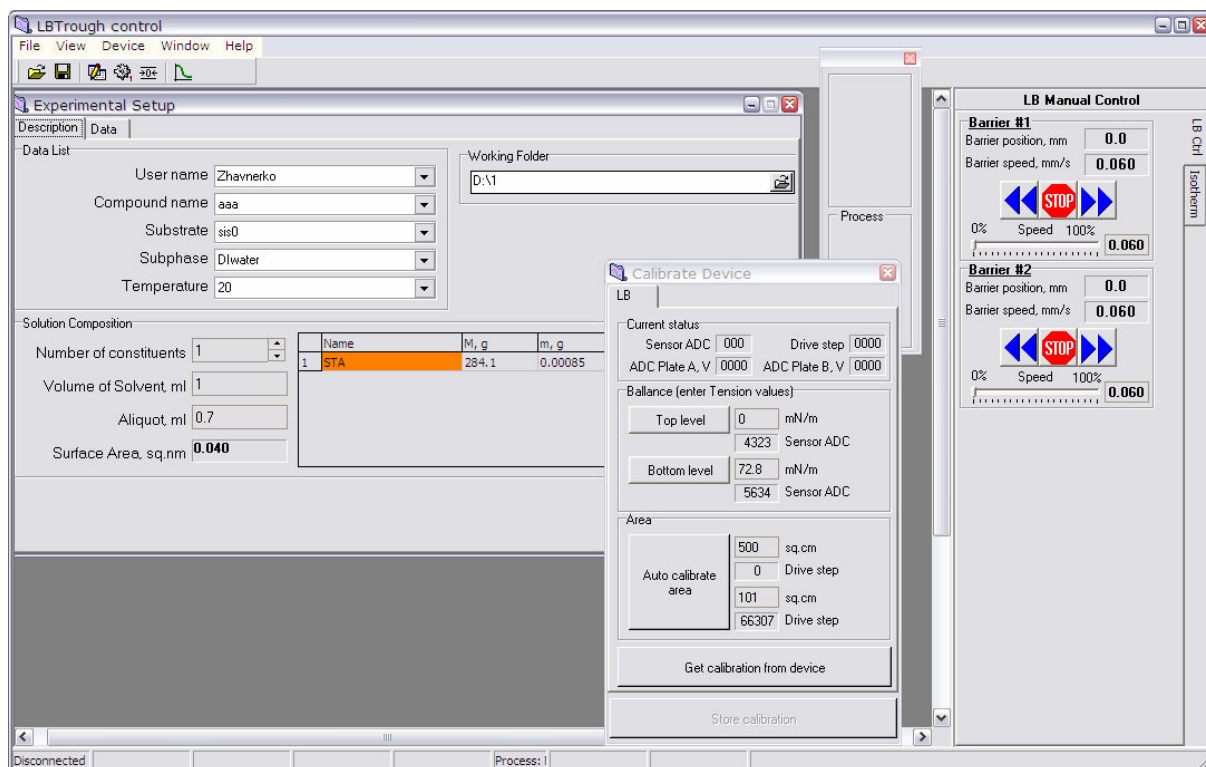
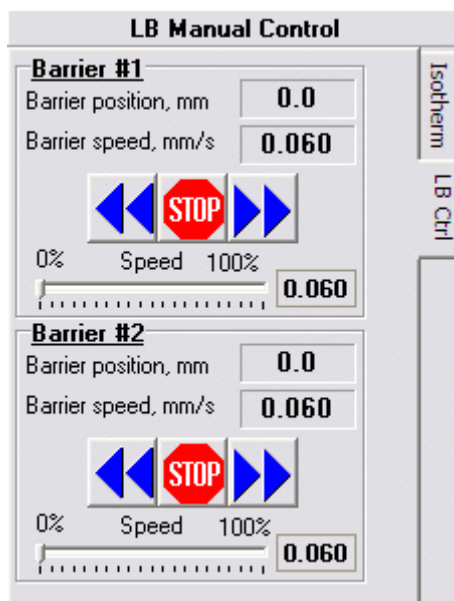

Рис. 3.1 – Основные управляющие окна программы управления работой установки LT-211.
Рис. 3.2 – Панель "LB Manual Control"
3. При нажатии кнопки "Air" в панели "Calibrate device" (Рис. 3.1) программа запоминает вес смоченной пластинки и присваивает ей нулевое значение.
В окне "LB Manual Control" (рис. 3.2) после этого появляется значение Surface Tension, равное 72.8 мН/м, а в окне отражения состояния системы SP (Surface Pressure, рис. 3.1) отображается значение 0, означающее, что поверхностное давление
После нажатия клавиши "Store Calibration" в окне "Calibrate Device", рис. 3.1, программа передает для запоминания присвоенные значения электронному блоку.
Перед нанесением рабочего раствора на водную поверхность в ручном режиме следует тщательно очистить рабочую площадь поверхности. Для этого клавишами управления движения барьерами в окне "LB Manual Control" (рис. 3.2) следует поджать барьеры до минимальной рабочей площади и очистить поверхность с помощью водоструйного насоса, затем отогнуть барьеры в положение максимальной рабочей площади и откалибровать датчик поверхностного натяжения согласно п. 3.1 (или п. 1.2).
После нанесения на водную поверхность заданного количества вещества заполняется раздел "Data" в "Experimental Setup" окне (рис. 3.1), куда заносится имя пользователя, имя (сокращенное) вещества, тип (природа) подложки, состав субфазы, температура. Также указывается число соединений в растворе, объем растворителя, молекулярная масса вещества, масса навески и объем пробы, наносимый на водную поверхность. При правильном заполнении таблиц в окне "Surface Area" высвечивается значение максимальной площади, приходящейся на молекулу в данном эксперименте.